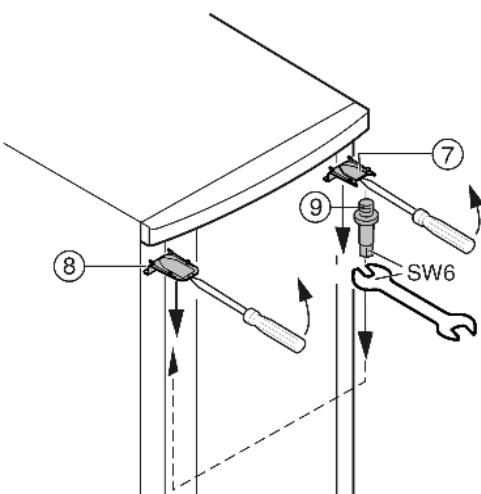

Fig. 8
- Верхнюю крышку Fig. 8 (7) и крышку Fig. 8 (8) с помощью отвертки выведите вперед из фиксатора и снимите, наклоняя вниз.
- Выкрутите опорный палец Fig. 8 (9) и вкрутите на противоположной стороне (**с моментом 4 Нм**).
- Снова установите крышку Fig. 8 (7) на стороне опорного пальца: насадите сзади, защелкните спереди.
- Установите крышку Fig. 8 (8) на противоположной стороне: насадите сзади, защелкните спереди.
- Подвесьте верхнюю часть двери на опорный палец Fig. 8 (9).